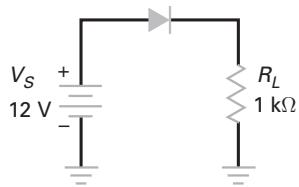

Figura 3-21
16. Qual é o valor da corrente na carga na Figura 3-21 com um diodo ideal?
- 17. MultiSim** Qual é o valor da corrente na carga na Figura 3-21 com a segunda aproximação?
- 18. MultiSim** Qual é o valor da corrente na carga na Figura 3-21 com a terceira aproximação?
- 19. MultiSim** Se o diodo estiver aberto na Figura 3-21, a tensão na carga é
- 20. MultiSim** Se o resistor estiver aterrado na Figura 3-21, a tensão medida com um multímetro digital entre a parte de cima do resistor e o terra é próxima de
- 21. MultiSim** A tensão na carga mede 12 V na Figura 3-21. O defeito pode ser
- 22. Usando a terceira aproximação na Figura 3-21, qual é o valor que R_L precisa ter antes que a resistência de corpo do diodo possa ser considerada?**